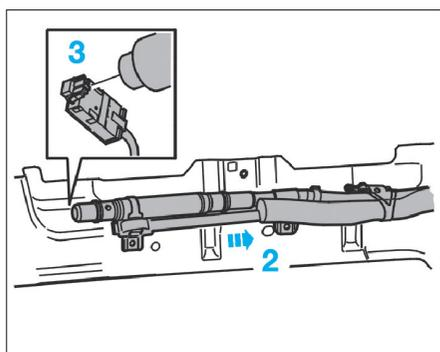

FIG. 14
• Tirer le rideau gonflable légèrement vers l'avant (2) (Fig.14).